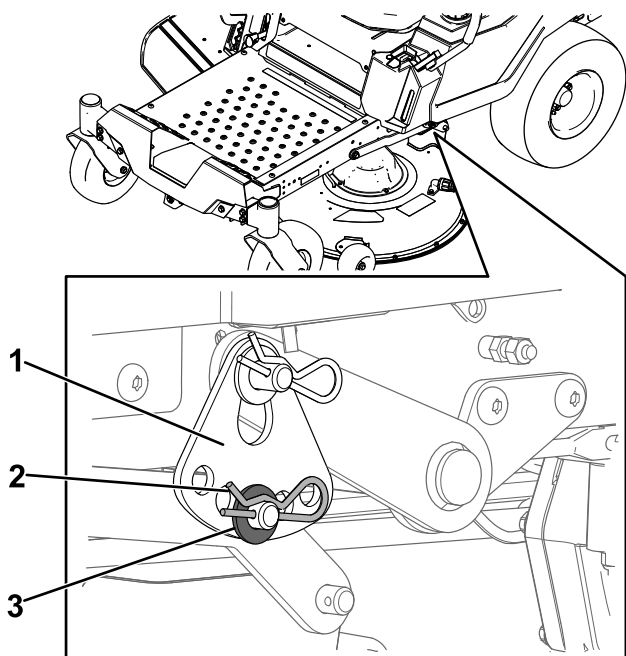

**Figura 65**
4. Coloque dois calços de 6,6 cm de espessura cada debaixo de cada lado da extremidade frontal da plataforma, mas não debaixo dos suportes do rolo antidanos (Figura 65).
5. Coloque dois calços de 7,3 cm de espessura cada debaixo da extremidade traseira da aba da plataforma de corte, um em cada lado da plataforma de corte (Figura 65).